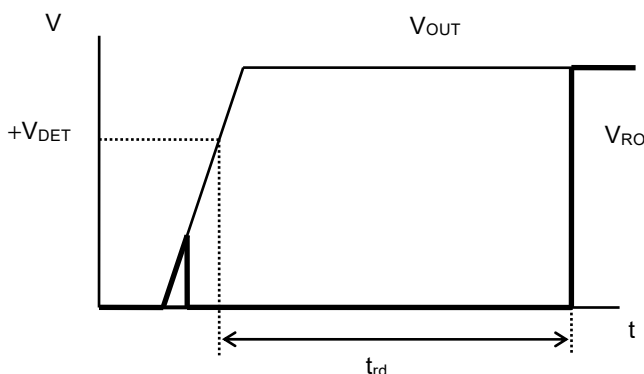

図5 解除遅延時間
*3. V_{OUT} が $+V_{DET}$ を越えてから実際にRO端子の出力が反転するまでの時間 (図5参照)。この値は解除遅延時間、監視時間調整コンデンサ (C_{DLY}) で変更可能です。